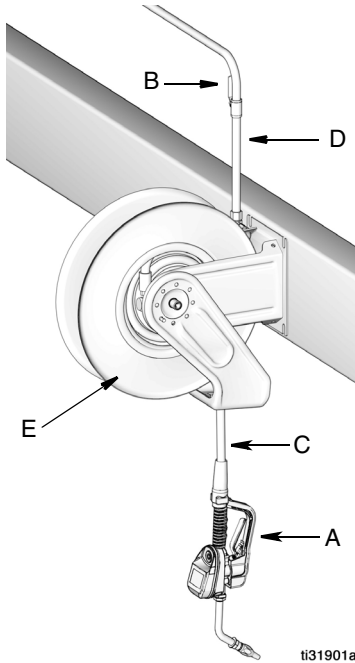

FIG. 6
La instalación típica mostrada en la FIG. 6 se facilita solo a modo de referencia. No es un diseño del sistema completo. Póngase en contacto con su distribuidor de Graco si desea obtener ayuda para planificar un sistema adecuado a sus necesidades. La válvula dispensadora con medidor no está diseñada para una instalación en línea.
2. Cierre la válvula de cierre (B, FIG. 6, página 9).
1. Cierre la válvula de cierre de fluido (B, FIG. 6, página 9) en cada posición de dispensación.
4. Abra lentamente la válvula de cierre (B) en la posición de dispensado. Descargue una cantidad suficiente de aceite para garantizar que todo el sistema está limpio; a continuación cierre la válvula.